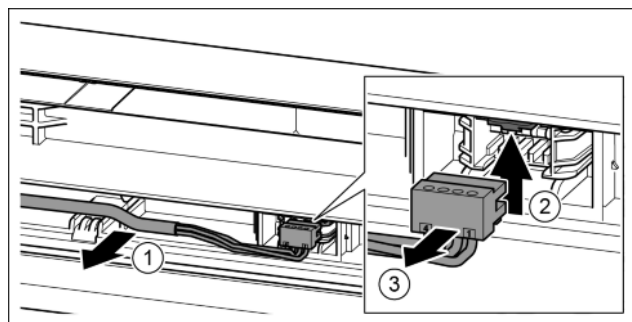

Fig. 19
- ▶ Ostrożnie wyjąć szary kabel z prowadnicy w drzwiach. *Fig. 19 (1)*
- ▶ Nakładkę wcisnąć w górę. *Fig. 19 (2)*
- ▶ Ostrożnie wyjąć wtyczkę. *Fig. 19 (3)*